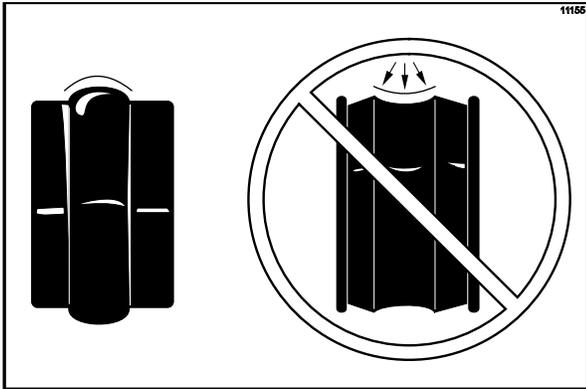

Figure 128
**Remarque :** Vérifier que le mélange ne fuit pas à l'arrière du cylindre de réfrigération ; le milieu du soufflet doit être convexe, c'est à dire s'ouvrir par rapport au soufflet. Si la partie du milieu du soufflet est concave, c'est à dire redescend sur le centre du soufflet, retourner le soufflet (Cf. Figure 128).